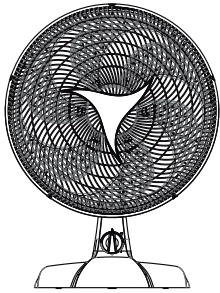

Figura 06
7. Encaixar a grade frontal na grade traseira introduzindo as linguetas nos respectivos alojamentos da grade traseira e observando que o logotipo BRITÂNIA deve ficar na horizontal (ver figura 06).